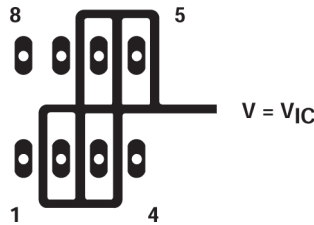
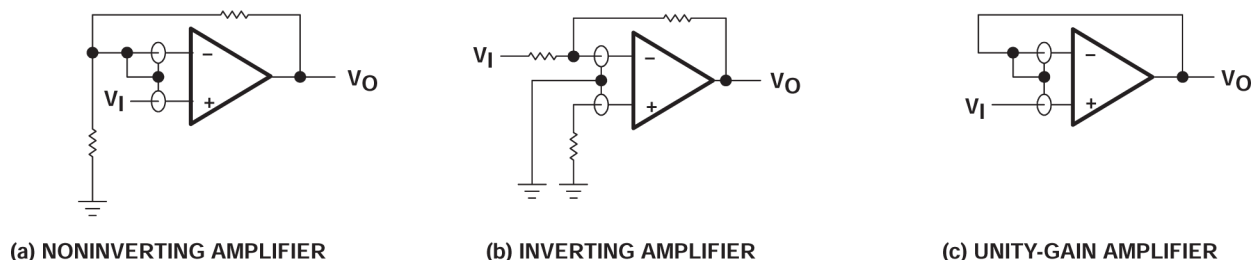

图 6-4. 器件输入端周围的隔离金属（P 封装）
图 7-5. 防护环方案
1. 将器件与其他潜在的泄漏源隔离。在器件输入端周围和之间使用接地屏蔽层（请参阅图 6-4）。否则可能流向输入端的泄漏电流被分流。
由于极高的输入阻抗和由此产生的低偏置电流要求，TLC27Lx 是低电平信号处理的绝佳选择。但是，印刷电路板和插座上的泄漏电流有时很容易超过偏置电流要求，且会导致器件性能下降。最佳实践是在输入端周围添加防护环 (类似于 参数测量信息 一节中 图 6-4 的防护环)。在与共模输入相同的电压电平下，从低阻抗源驱动这些防护装置 (请参阅图 7-5)。